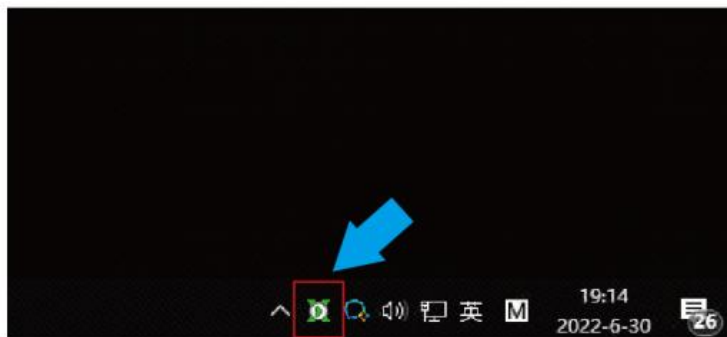

Figura 7-2 O servidor está em execução.
- Por padrão, o servidor é iniciado automaticamente quando o computador for ligado. Quando o software do servidor está em execução, você pode encontrar o ícone do servidor na barra de tarefas, no canto inferior direito da tela do computador (**Figura 7-2 O servidor está em execução.**).